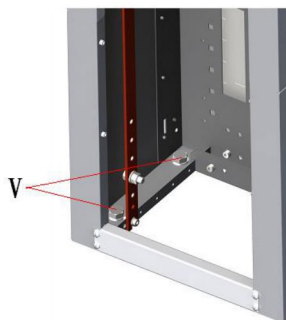

Figura 6
2) Demontați șuruburile de fixare „V” (două pe fiecare parte) (figura 6).